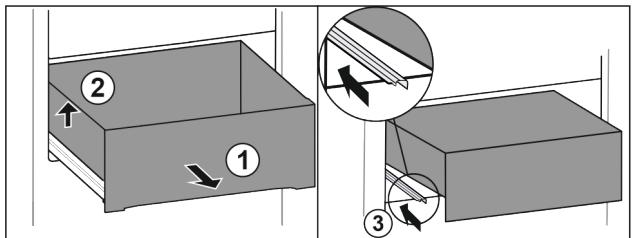

Fig. 19
- Изтеглете чекмеджето докрай. Fig. 19 (1)
- Повдигнете чекмеджето отляво. Fig. 19 (2)
- Вкарайте лявата релса. Fig. 19 (3)